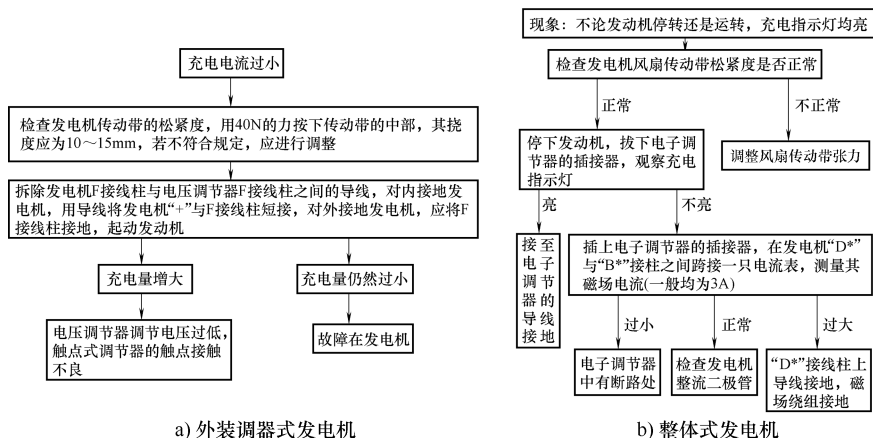

图 4-20 充电量过小故障的诊断与排除
(3) **故障诊断与排除方法** 故障诊断与排除步骤可按图 4-20 所示顺序进行。